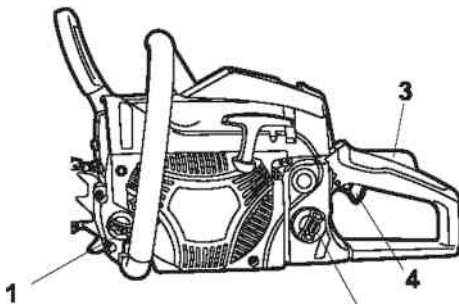

Рис. 6.1
1. Откройте крышку масляного бака 1 (рис. 6.1)
2. Залейте в специальное отверстие 1, расположенное на кончике шины рядом с шестеренкой (рис. 6.1).
1. Откройте крышку топливного бака (рис. 6.1 поз. 2).
10. Нажмите и удерживайте стопор рычага газа 3 (рис. 6.1)
11. Нажмите на рычаг газа 4 и приступайте к пилению (рис.6.1)